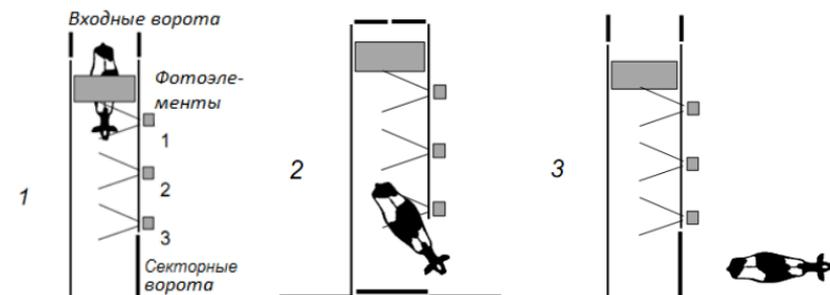

Рисунок 2.2 – Работа отсекающих ворот
Когда животное в статусе «отделить корову», прошло через входные ворота и опознано в прогоне (1), в антенне электронного устройства появится выходной сигнал (рис. 2.2).